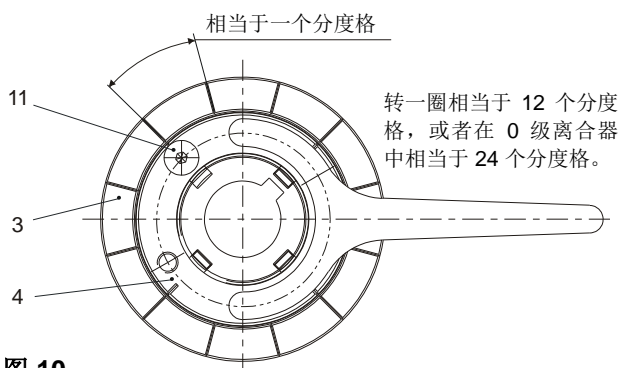

图 10
通过拧动调节螺帽进行调整。沿顺时针方向拧动提高扭矩，沿逆时针方向拧动则降低扭矩（视线方向朝向调节螺帽，如图 10 所示）。
3. 继续拧动，直到调节螺帽（4）中的四个缺口与控制件（3）的各个缺口一致为止，图 10。
4. 用星形开口扳手继续拧动调节螺帽（4），直到分度格的数量与所希望的扭矩一致为止，图 10（分度格的数量参见调整图）。
为此，去除锁紧螺丝（11），用星形开口扳手重新调整分度格，图 10。接着，重新拧进锁紧螺丝（11），其中调节螺帽（4）中的四个缺口和控制件（3）的各个缺口必须处于相同的位置。